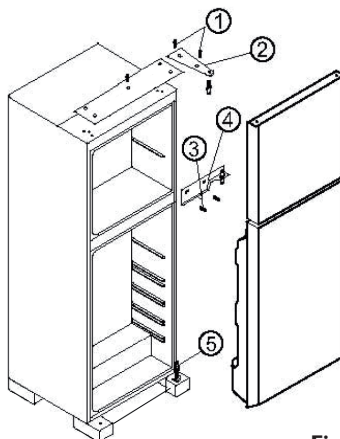

Fig. 1
- Rimuovere la cerniera togliendo le viti (**Fig. 1, n. 1 e 2**), rimuovere la porta del comparto superiore e collocarla in un luogo sicuro.
- Per la porta inferiore, rimuovere il supporto centrale allentando le viti di fissaggio. (**Fig. 1, n. 3 e 4**)
- Sollevare quindi la porta inferiore dal perno della cerniera (**Fig. 1, n. 5**) e riporla in un luogo sicuro.